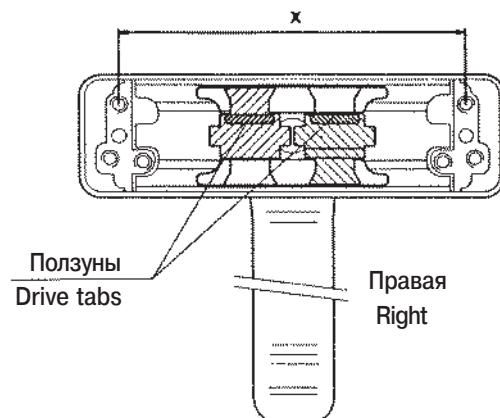

Рис. 3
- Поставить ручку в центральное положение и установить попзуны как показано на рис.3.